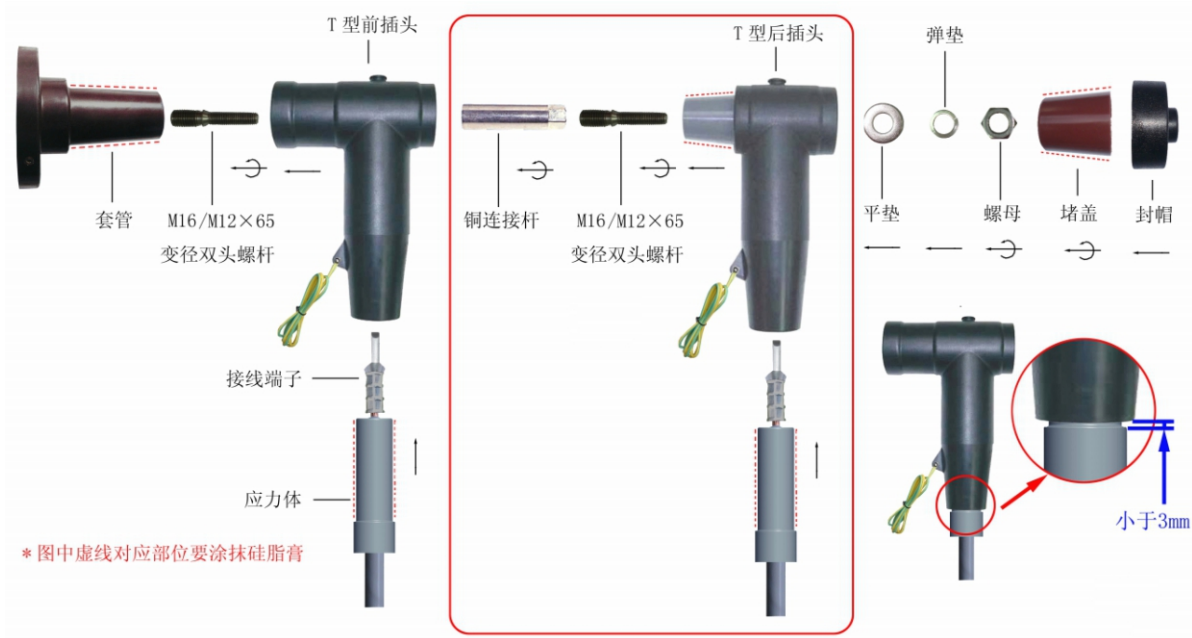

图 25
5. 多分支装配后，顺序装入平垫圈，弹簧垫圈和螺母，用套筒扳手将螺母拧紧，力矩30N·m，在清洁后的后插头尾孔内壁涂抹上硅脂膏,旋入清洁后涂抹硅脂膏的堵盖，用工具旋紧。在插头尾部套上封帽。（参照图 25）